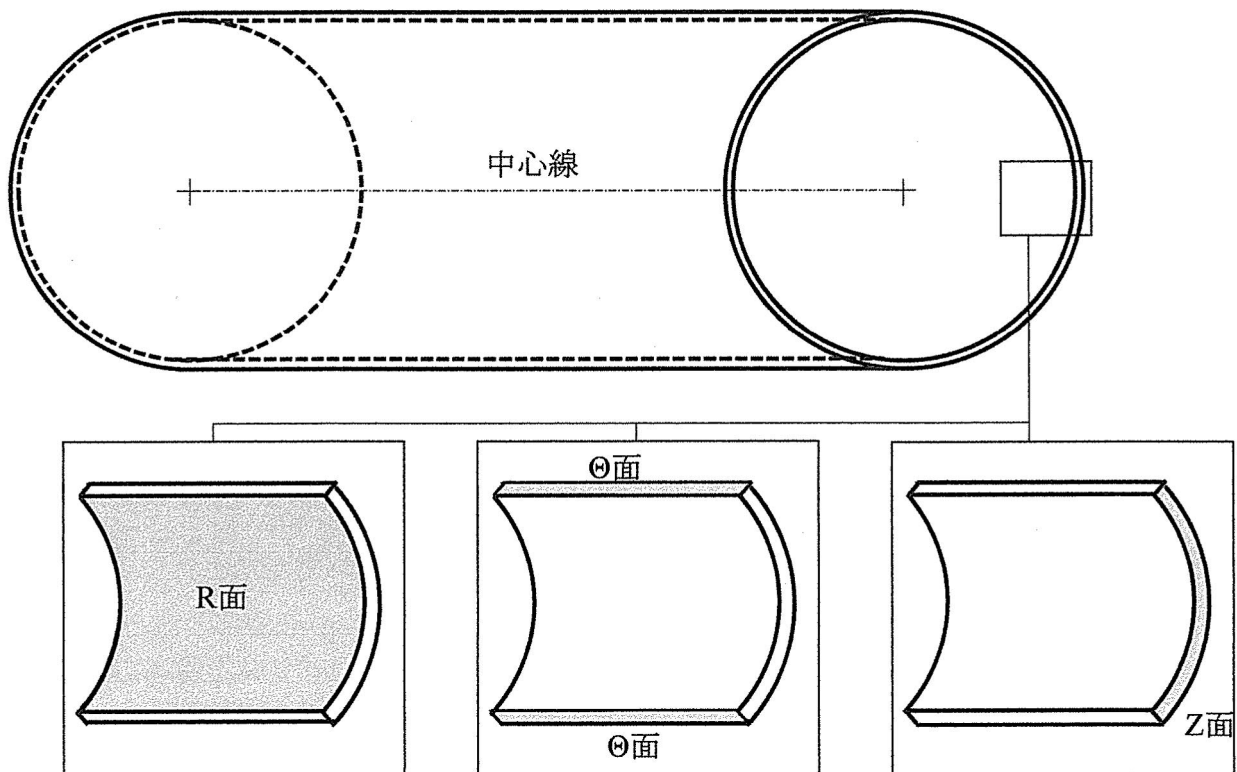

図2 円管の (a) R 面, (b) ⊙ 面, (c) Z 面
(1) 1本目の管を，長手方向に引張って降伏させるために，必要な荷重 [N]を予想せよ。
(2) 2本目の管を，長手方向に引張りかつ長手方向の軸周りにねじって降伏させるために，必要なせん断応力 $\tau$  [MPa]を予想せよ。ただし，この管の断面（Z面）には，せん断応力 $\tau$ と引張応力 $\sigma$ が生じており， $\sigma=2\tau$ の条件になっている。⊙面には，Z面のせん断応力に共役なせん断応力が生じていて，また⊙面には垂直応力は作用していない。R面は応力のない面である。円管のR面，⊙面，Z面の場所については図2に模式的に示す。
(3) 上記の問い（2）に記述した応力状態に対する3個のモールの応力円を示せ。さらに R面，⊙面，Z面で生じている応力状態を示す点を，これらのモールの応力円上にプロットし，点の近くにR面，⊙面，Z面と記せ。ただし，管をねじる方向は，時計周りでも反時計周りでも構わない。